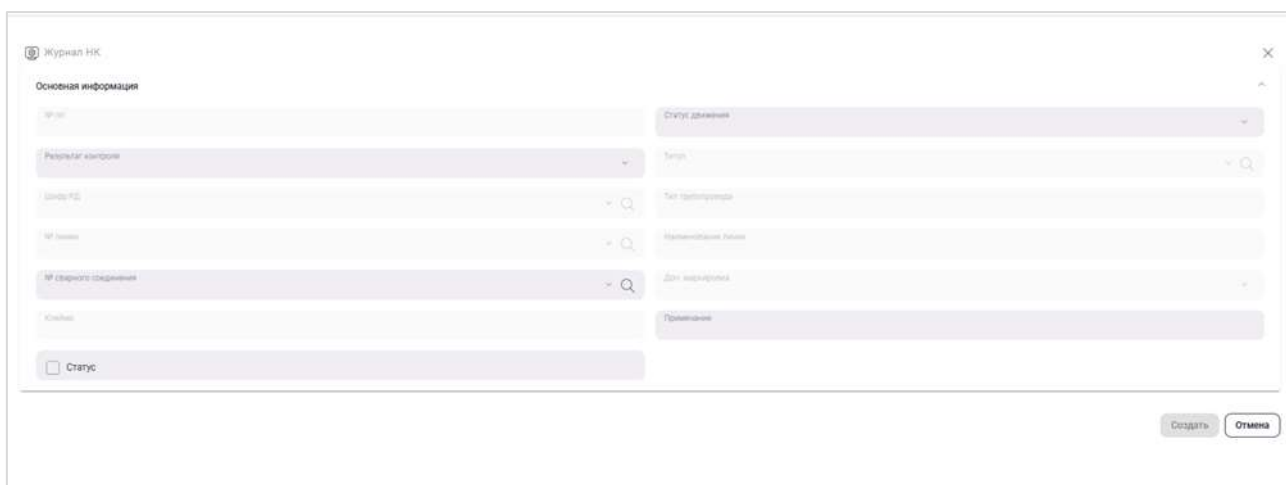

Рисунок 9. Создание новой записи
5. Создать новую запись (Рисунок 9).